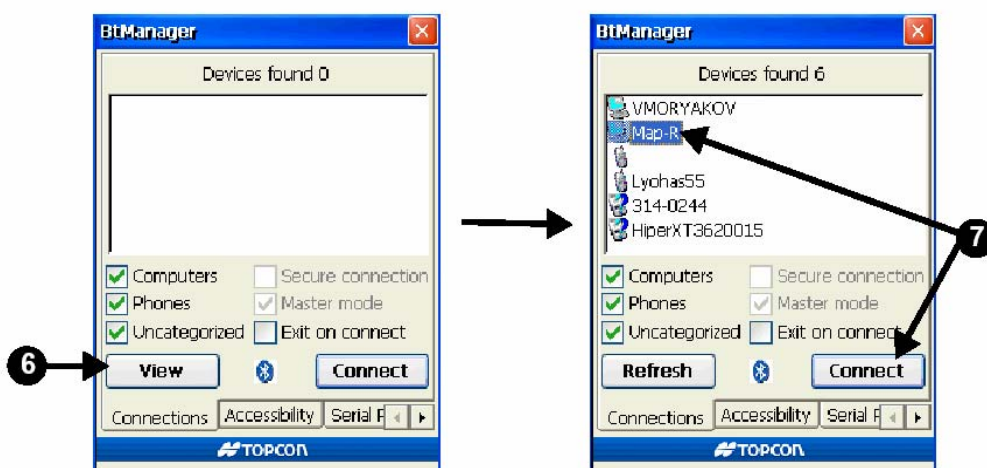

Рисунок 3-6. Просмотр и подключение устройств
5. Чтобы получить информацию об устройствах, поддерживающих Bluetooth и находящихся в зоне приема сигнала, выберите вкладку *Connections (Соединения)* и щелкните на кнопку *View (Просмотр)* (см. рис. 3-6 на стр. 3-5).
7. Когда в списке *Devices* (Устройства) появятся идентификаторы доступных устройств, выберите устройство, с которым Вы хотите установить соединение, и щелкните на кнопке *Connect* (Подключиться), см. рис. 3-6.